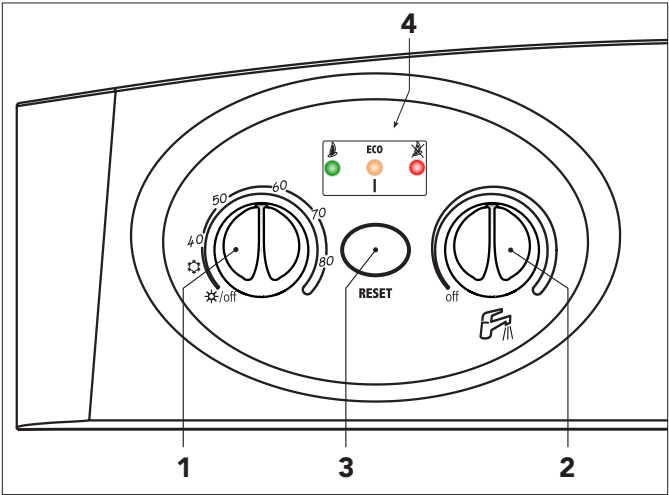

Fig. 1
Durante el funcionamiento normal, el control de diagnóstico informa sobre el estado de la caldera mediante los leds (4 - fig.1):
Girar hasta el mínimo los dos mandos (ref. 1 y 2, fig. 1).
La temperatura de ida de la calefacción se programa mediante el correspondiente mando (ref. 1 - fig. 1).
La temperatura del agua sanitaria se programa mediante el mando (ref. 2 - fig. 1).
Caldera bloqueada	Controlar que la llave del gas instalada aguas arriba de la caldera y la instalada en el contador estén abiertas. Accionar el pulsador multifunción por un segundo (fig. 1). Si la caldera se bloquea repetidamente, ponerse en contacto con el centro de asistencia.